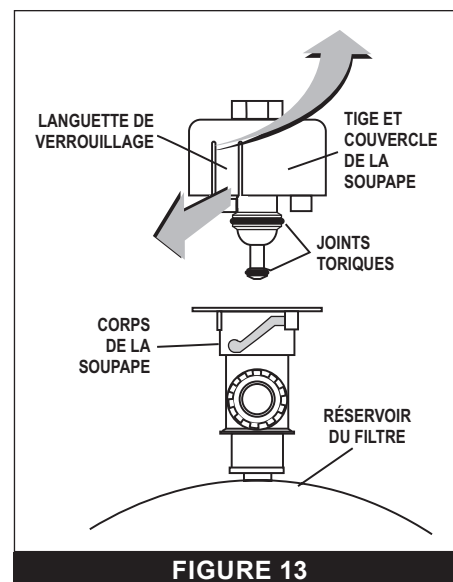

FIGURE 13
2. Une fois la soupape de décompression installée, retirez les languettes de verrouillage et dévissez la tige et le couvercle de la soupape du corps de la soupape dans le sens inverse des aiguilles d'une montre (**FIGURE 13**).